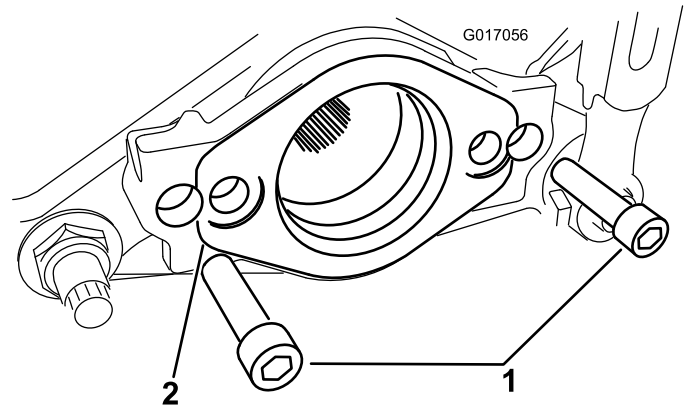

Figura 3
7. Rimuovete le 2 viti a testa esagonale che fissano il supporto motore all'estremità destra dell'apparato di taglio. Rimuovete il supporto motore (**Figura 3**).